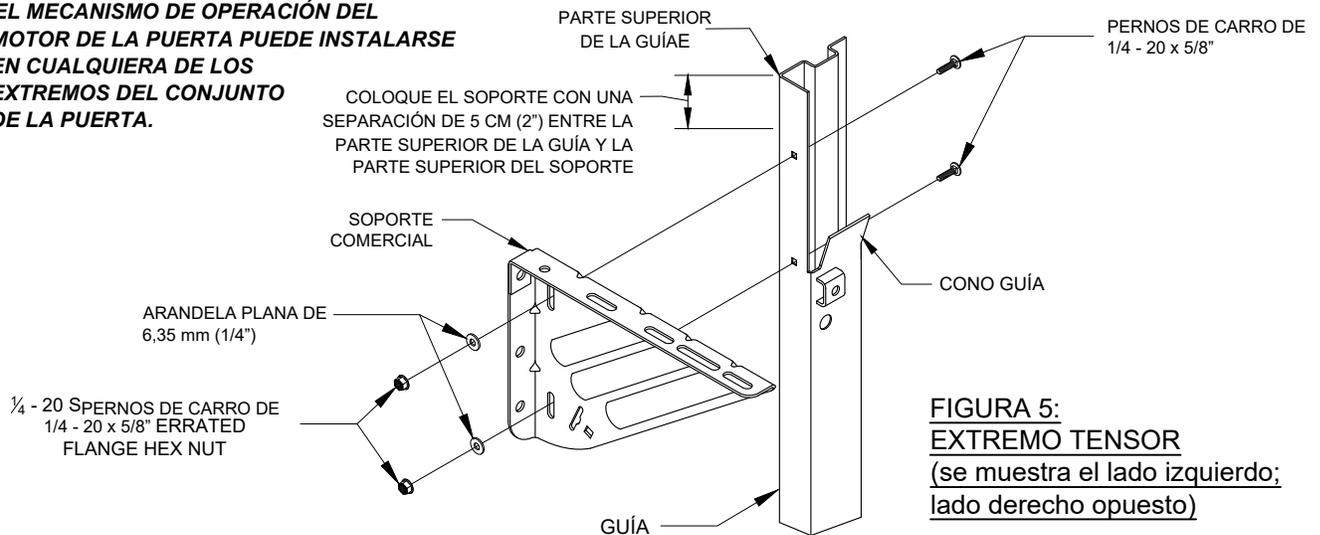

FIGURA 5:
- ☞ Sujete los soportes comerciales a las guías, situando la parte superior del soporte 5 cm (2") debajo de la parte superior de la guía. Use 2 pernos de carro de 1/4 - 20 x 5/8", 2 tuercas hexagonales estriadas de 1/4 - 20 y 2 arandelas planas de 6,35 mm (1/4") para el extremo tensor y el extremo no tensor (impulsor) de cada soporte para la operación de empuje manual. Vea la figura 5.